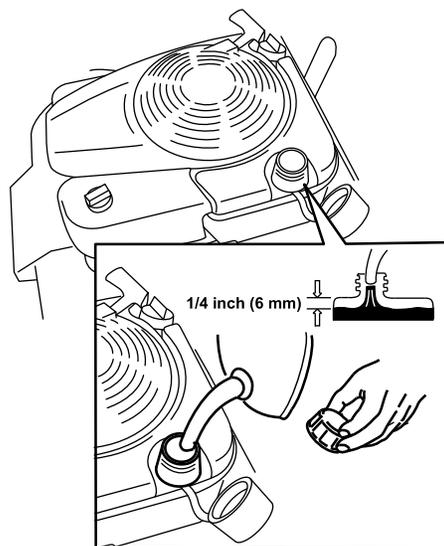

Рисунок 11
1. Очистите область вокруг крышки топливного бака и снимите ее (Рисунок 11).
2. При заполнении топливного бака оставьте не менее 1/4 дюйма (6 мм) до дна заправочной горловины, чтобы обеспечить бензину пространство для расширения (Рисунок 11).